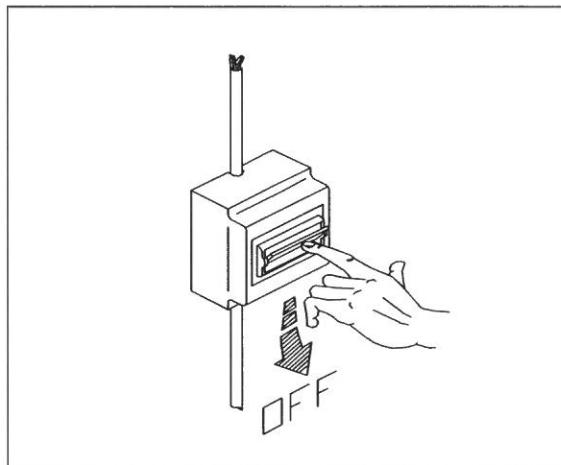

Рис. 5-1
ПРИМЕЧАНИЕ: Перед выполнением любой операции по обслуживанию выньте вилку шнура электропитания машины из розетки. (Рис. 5-1)
N.B.: Before any technical service, disconnect the machine from the mains. (fig. 5-1)
N.B.: Vor jedem kundendienst die machine vom stromnetz ausschalten. (fig. 5-1)
N.B.: Avant de toute intervention, débrancher l'appareil de l'électricité. (fig. 5-1)
N.B.: Desconecte siempre el aparato de la red antes de cualquier operación de arreglo. (fig. 5-1)